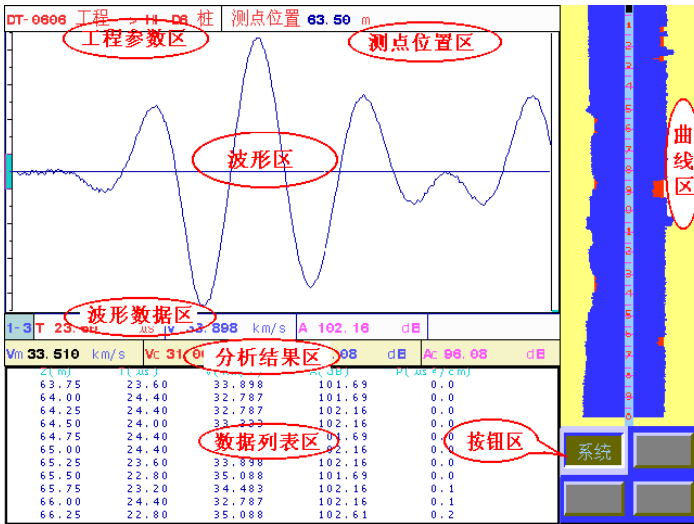

图 5.10 单通道测试界面
当您在图 5.2 所示的工程参数界面中设置完所有工程参数后就可以按【采样】键或 **测试** 按钮进入测试界面。所选通道模式不同测试界面也不同。通道模式为“通道 1”或“通道 2”时对应单通道测试界面；通道模式为“双通道”时对应双通道测试界面。测试界面分为：**工程参数区、测点位置区、波形区、波形数据区、测试曲线区、数据列表区、分析结果区、按钮区**八部分，如图 5.10、
6) 如图 5.10 所示，波形数据区显示：